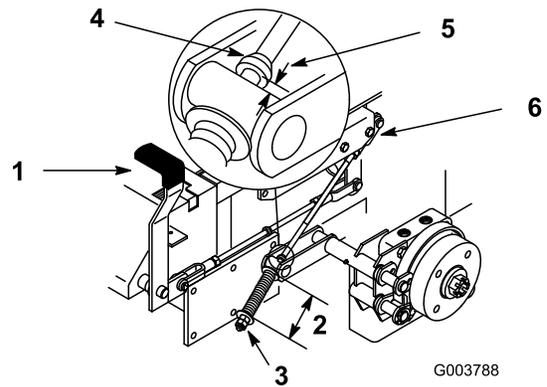

Figure 56
Les rondelles doivent être espacées de 70 mm (2-3/4") (Figure 56).
3. Si un réglage est requis, desserrez l'écrou de blocage situé sous le ressort et serrez l'écrou directement au-dessous de la chape (Figure 56). Modifiez le serrage de l'écrou jusqu'à ce que le ressort ait la longueur voulue. Serrez les deux écrous ensemble et répétez la procédure de l'autre côté de la machine.
Elle doit être comprise entre 5 et 7 mm (3/16-1/4") (Figure 56).
7. Si un réglage est requis, desserrez l'écrou de blocage situé juste au-dessous de la chape. Tournez la tige inférieure jusqu'à obtention de l'écart voulu (Figure 56). Serrez l'écrou de blocage à la chape.